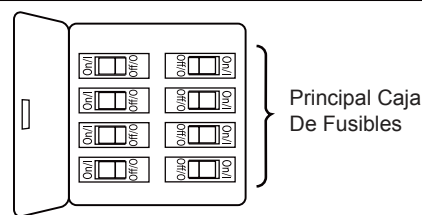

Figura 1
- ☐ 1. Retire y deseche los topes del motor del ensamble del motor quitando los tornillos. (Figura 1)
Para evitar una posible descarga eléctrica, asegúrese de cortar la alimentación eléctrica de la caja de fusibles principal antes de colgar el ventilador. (Figura 1)